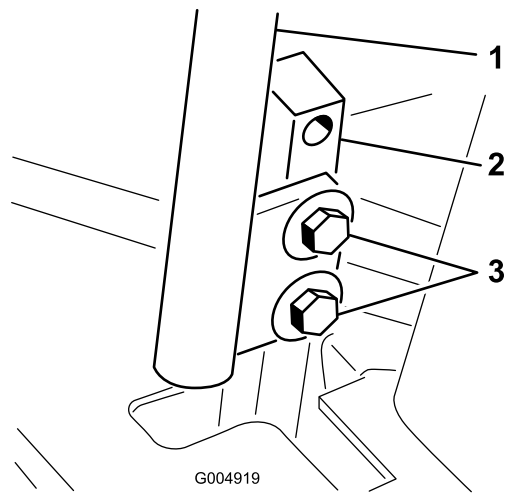

Figura 66
3. Afloje los pernos que sujetan las palancas de control (Figura 66).